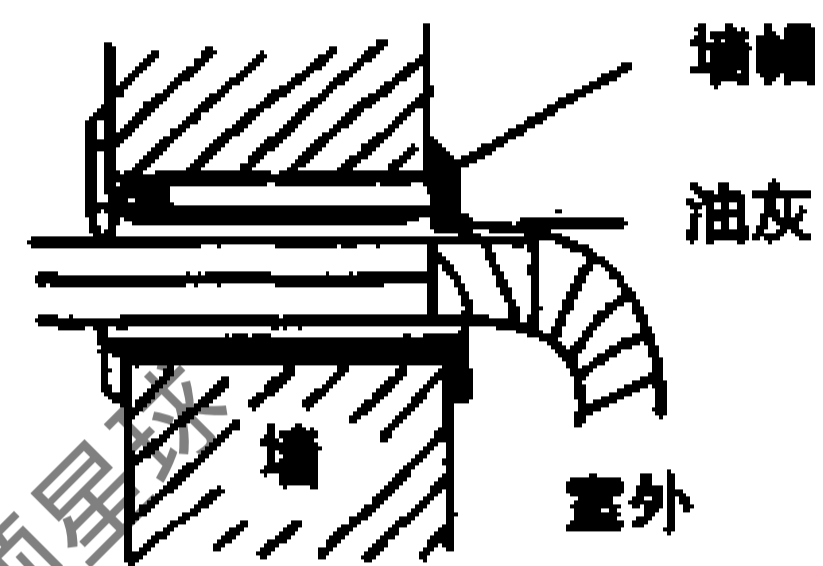

图 14-2-23
(5) 在室外侧墙孔和管之间用油灰填满密封, 以防止雨水和风漫入, 如图 14-2-23 所示。